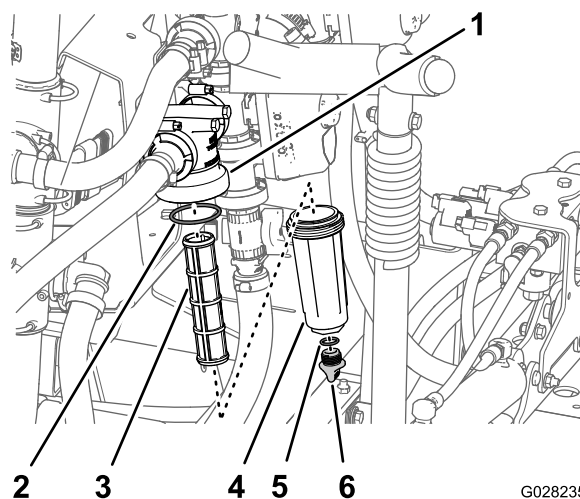

Figura 91
2. Coloque un recipiente de drenaje debajo del filtro de presión (Figura 91).
3. Gire el tapón de vaciado en sentido antihorario y retírelo de la cubeta del filtro de presión (Figura 91).
4. Enrosque la cubeta en sentido antihorario y retírela de la cabeza del filtro (Figura 91).
5. Retire el elemento usado del filtro de presión (Figura 91).
la cubeta (situada dentro de la cabeza del filtro) en busca de daños o desgaste (Figura 91).
7. Instale el elemento nuevo del filtro de presión en la cabeza del filtro (Figura 91).
8. Instale la cubeta en la cabeza del filtro, y apriétela a mano (Figura 91).
9. Instale el tapón en la cubeta, y apriételo a mano (Figura 91).